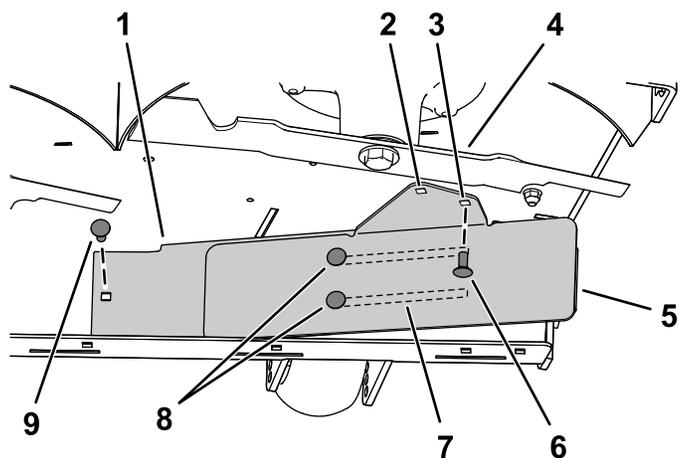

Figura 10
3. Instale o lado esquerdo do abafador utilizando um parafuso de carroçaria (5/16 pol. x $\frac{3}{4}$ pol.) e porca flangeada (5/16 pol.), como se mostra na Figura 10.
4. Utilize os dois parafusos de carroçaria (5/16 pol. x $\frac{3}{4}$ pol.) nas ranhuras do abafador e deslize o abafador até que o furo alinhe com o furo na plataforma do cortador (Figura 10).
5. Instale o abafador como se mostra na Figura 10.
- Importante:** Certifique-se de que utiliza o furo certo para o abafador; consulte Figura 10.
6. Aperte os dois parafusos de carroçaria (5/16 pol. x $\frac{3}{4}$ pol.) nas ranhuras do abafador (Figura 10).